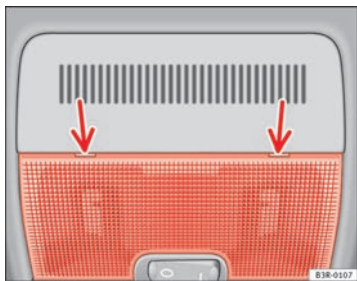

Abb. 82 Ausschnitt aus Dachhimmel: Ansatzpunkt des Schraubendrehers
- Setzen Sie den Schraubendreher (Bordwerkzeug) mit der flachen Klinge vorsichtig an der hinteren Seite des Leuchtenglases an ⇒ Abb. 82.